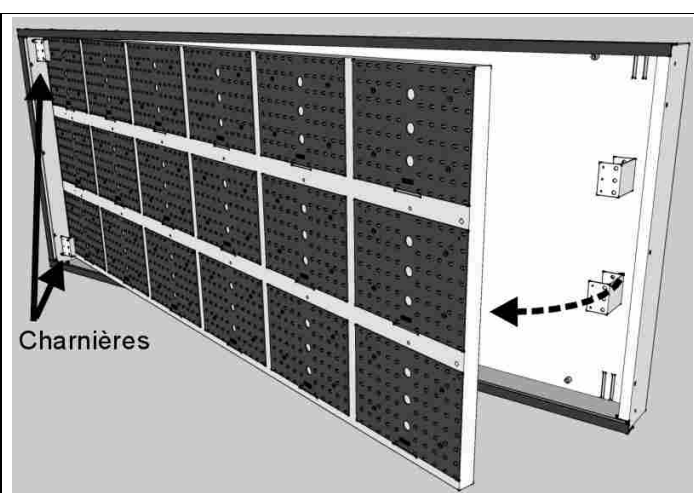

Fig. 13: Ouverture du support des cartes à LED
- Tournez le support où sont montées les cartes à LED (Fig. 13) en faisant levier sur les charnières du côté droit.